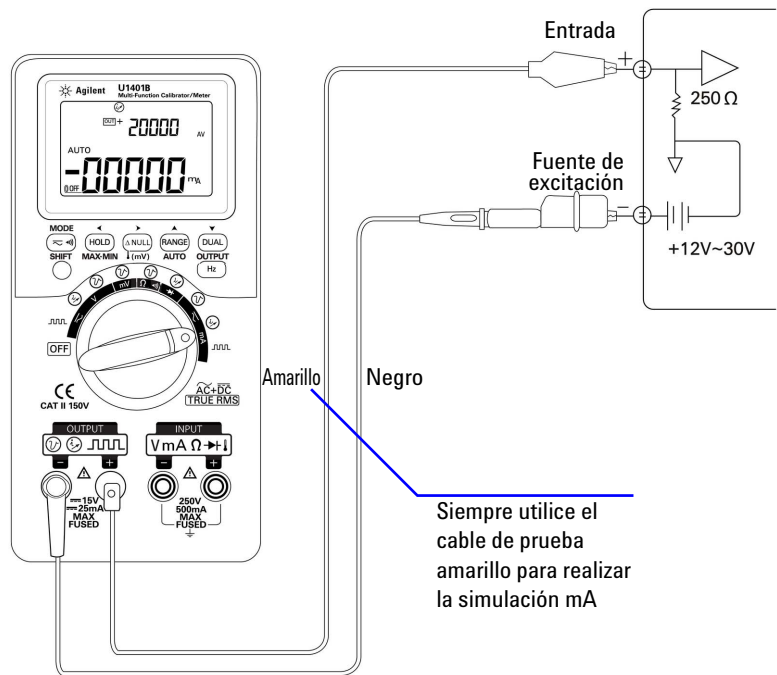

Figura 5-3 Utilice el cable de prueba amarillo para realizar una simulación de transmisión de 2 cables
- 2 Conecte el cable de prueba amarillo especial entre la terminal de salida positiva y la terminal de entrada del dispositivo de medición en el bucle de corriente. Consulte la Figura 5-3 en la página 91.